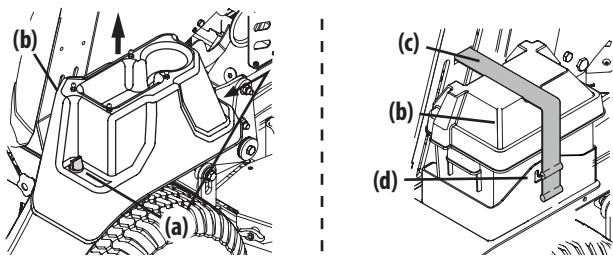

Figure 22
- Tondeuses avec plateaux de coupe de 48, 54 ou 60 pouces - Retirez les deux vis à oreilles (a) qui fixent le couvercle de la batterie (b) à l'aile droite. Soulevez le couvercle de la batterie pour le retirer (Figure 22).
- Tondeuses avec plateau de coupe de 36 pouces - Détachez la sangle en caoutchouc (c) qui fixe le couvercle de la batterie (b) au bac support de la batterie (d). Soulevez le couvercle de la batterie pour le retirer (Figure 22).